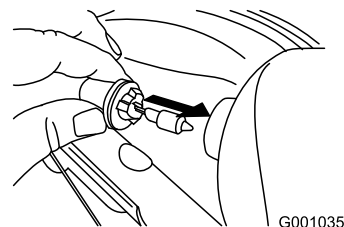

Figure 65
4. Introduisez une ampoule neuve dans le phare par l'arrière (Figure 65).